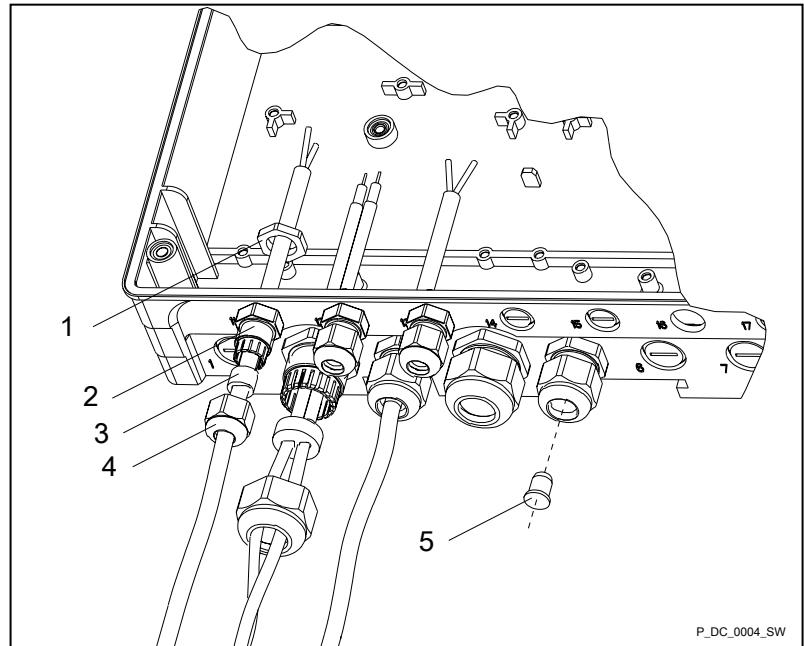

Abb. 15: Verschraubung montieren
6. ➤ Die entsprechenden Verschraubungen (→ *weitere Informationen auf Seite 27, 2*) mit den passenden Befestigungsmuttern (1) fest-schrauben und fest anziehen.
7. ➤ Die Mehrfachdichteinsätze (3) je nach verwendetem Kabelquerschnitt in die Verschraubungen einsetzen.
8. ➤ Die Kabel in die Verschraubungen einführen. Bei Mehrfachdichteinsätzen - siehe Abb. 15 - den erlaubten Kabelquerschnitt beachten - siehe "Tabelle Klemmbereiche" im Kapitel "Klemmenanschlusspläne".